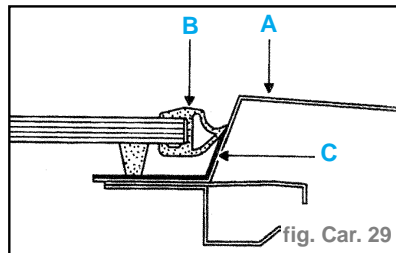

fig. Car. 29
Remarque : Lors de l'application de primaire tôle, il est recommandé de masquer la zone (A) avant application (fig. Car. 29).